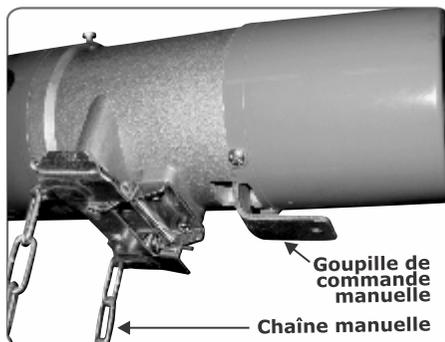

FIGURE 54. COMMANDE MANUELLE DES RSO5R, RSO5R3P ET RSO5RE
- Pour désengager complètement la boîte de vitesses, il suffit de tirer la goupille de commande manuelle vers soi, comme indiqué sur les figures 54, 55 et 56. La boîte de vitesses du moteur est alors mise hors service et la porte peut alors être actionnée à la main.